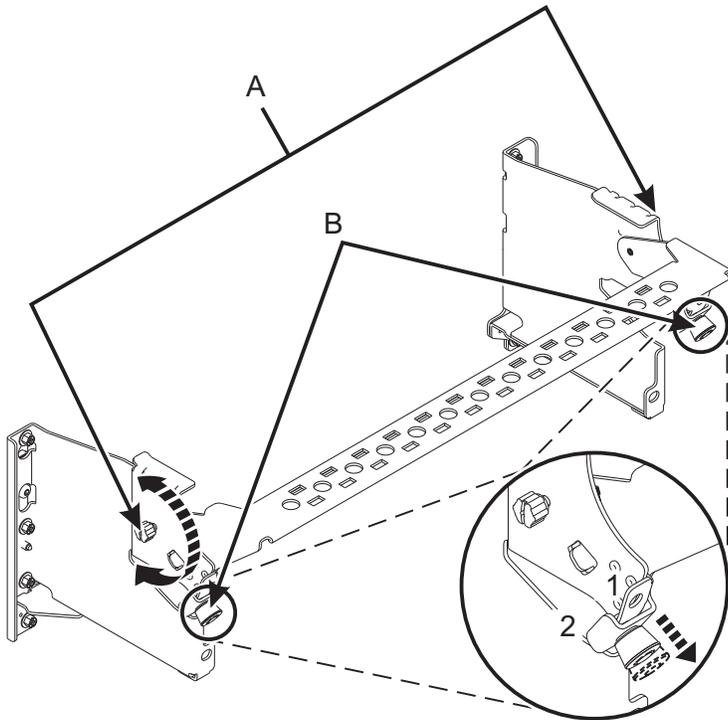

Figura 24. Colocar o suporte de gestão de cabos na posição de funcionamento
6. Coloque o suporte de gestão de cabos na posição de funcionamento. Consulte Figura 24 na página 24.